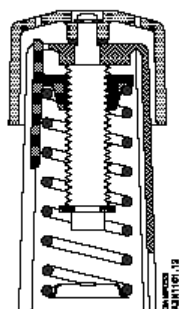

Рис.1
1. Установочная секция с маховичком, контрольная пружина и установочная шкала (Рис. 1);